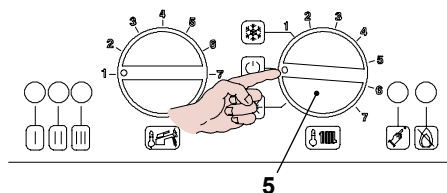

Figura 9.14
- Per uscire dalla funzione SPAZZACAMINO della caldaia posizionare il selettore 5 del pannello comandi come indicato in Figura 9.14.